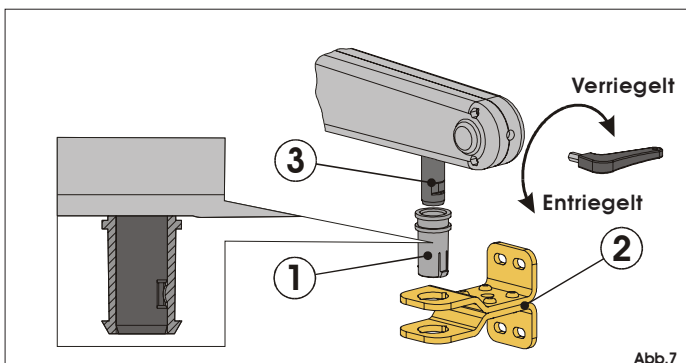

Abb.7
- Sicherstellen, dass der Stift (Abb. 7, Bez. 3) im Vorderteil des Antriebs anschlägt; anderenfalls den in den entsprechenden Sitz (Abb. 7) eingesetzten Entriegelungsschlüssel im Uhrzeigersinn bis zum Anschlag drehen.
- Den Entriegelungsschlüssel im Gegenuhrzeigersinn um 6-7 Umdrehungen drehen, wie in Abb. 7 gezeigt.
Die Buchse (Abb. 7 Bez. 1) in die vordere Befestigung (Abb. 7 Bez. 2) einsetzen. Der mechanische Anschlag auf der Buchse muß mit der Nut des Stifts des Antriebs übereinstimmen. Den Stift (Abb. 7, Bez. 3) in die Buchse einsetzen